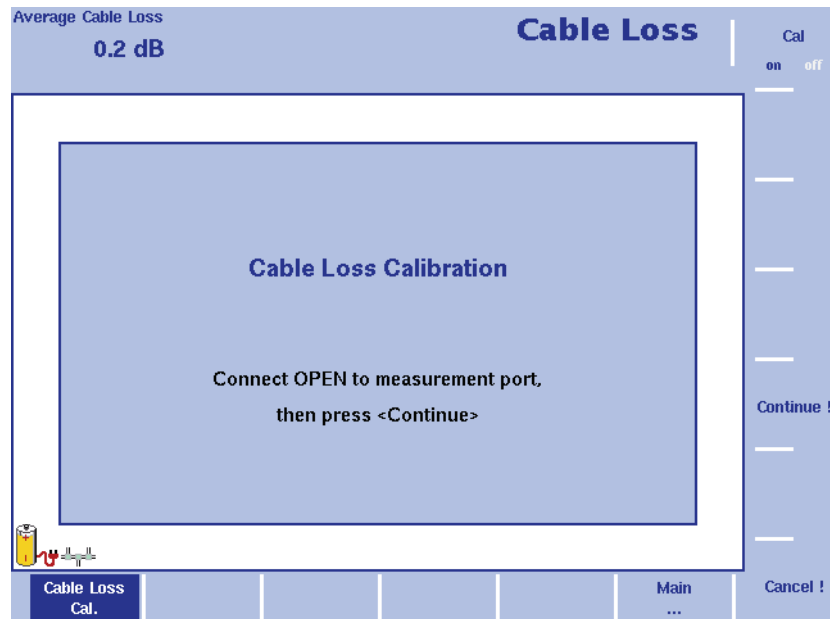

Abb. 52 Menü Cable Loss Calibration
- 3 Der 9103 führt Sie Schritt für Schritt mit Hinweisen auf dem Bildschirm wie in Abbildung 52 durch den Kalibriervorgang. Schließen Sie auf Aufforderung den Kalibriersatz an das Verlängerungskabel für den Prüfanschluss an und drücken Sie auf **Continue**. Sie können den Kalibriervorgang mit dem Softkey **Cancel !** abbrechen.